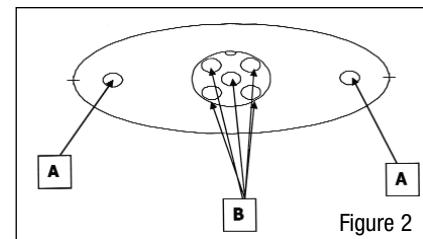

Figure 2
Remarque : Certains filtres à air comprennent l'adaptateur de ventilation du carter, qui s'installe sur la partie inférieure du filtre à air à côté du renforcement illustré sur la Figure 2 (adaptateur de ventilation du carter n° 1205). D'autres ensembles peuvent ne pas s'appliquer.
1. Si vous désirez utiliser le raccord du tuyau de ventilation du carter, percez deux trous de boulon de $\frac{1}{4}$ po (0,64 CM) (A) dans la partie renfoncée à l'arrière de la base du filtre à air, puis percez quelques trous de $\frac{1}{4}$ po (0,64 CM) (B) dans la fenêtre renfoncée plus grande pour laisser de l'espace au raccord (voir Figure 2). Fixez le raccord à la base à l'aide des écrous de $\frac{1}{4}$ po (0,64 CM), des boulons et des rondelles. Assurez-vous d'ébavurer les trous percés.